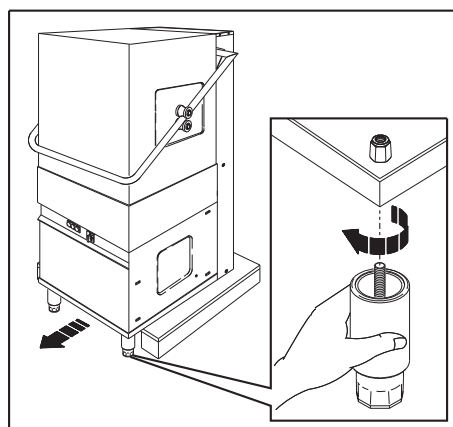

Fig. 4
3. Mover a máquina na plataforma até libertar dois dos quatro orifícios para inserção dos pés de suporte (fig. 4).
Pegar num dos pés fornecidos e apertar o parafuso num dos dois locais livres (fig. 4). Continuar com a montagem do segundo pé seguindo o mesmo procedimento (fig. 4).